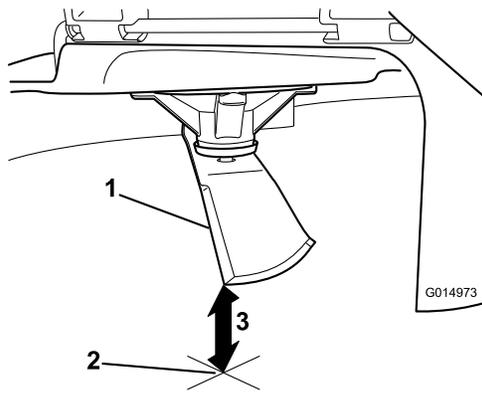

Bild 56
3. Messen Sie von der Messerspitze bis zu ebenen Fläche (Bild 56).